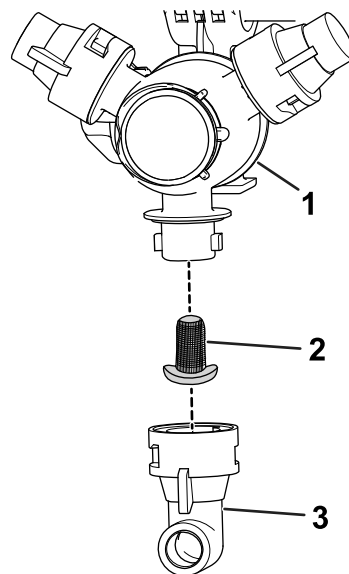

Figure 112
2. Retirez la buse de la tourelle de pulvérisation (Figure 112).
3. Retirez le filtre de buse usagé (Figure 112).
4. Montez le filtre de buse neuf (Figure 112).
5. Installez la buse sur la tourelle de pulvérisation (Figure 112).